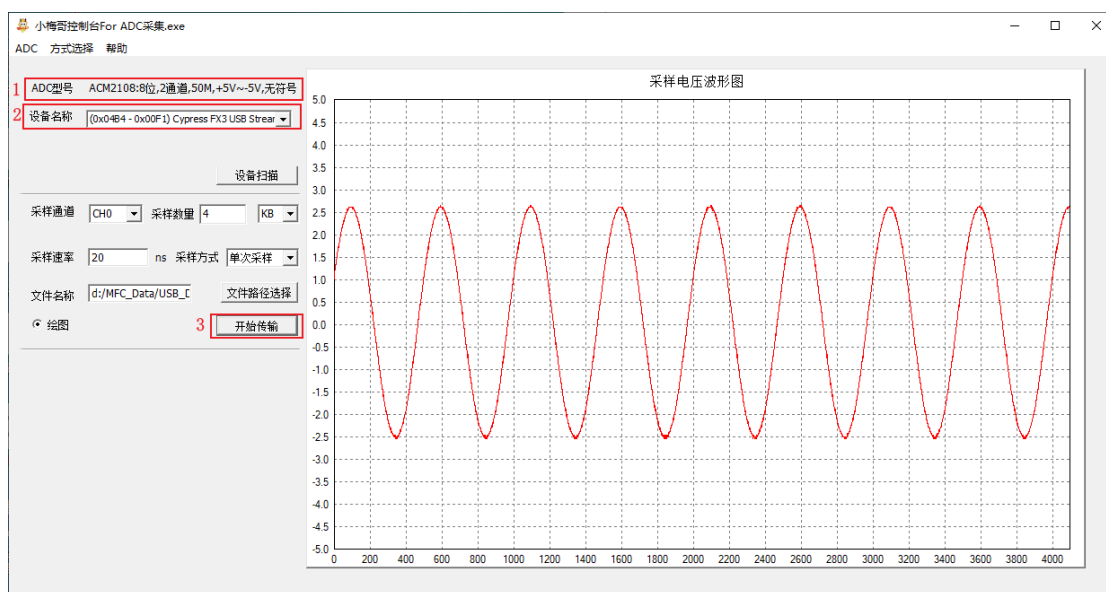
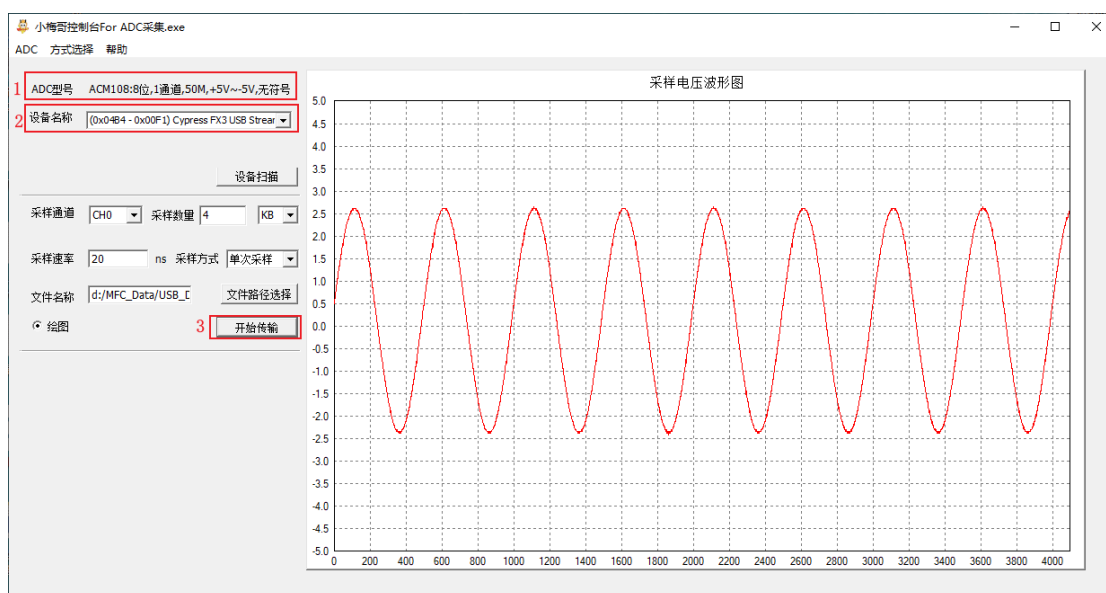

图 1-33 ACM2108 数据采集上位机显示图
图 1-34 ACM108 数据采集上位机显示图
4. 点击开始传输之后，可以看到在右边采样电压波形图界面可以直观看波形图，ACM2108 采集波形图如下图 1-33 所示，ACM108 采集波形图如下图 1-34 所示。需要注意的是波形图的横坐标对应的不是频率，而是采样数量。